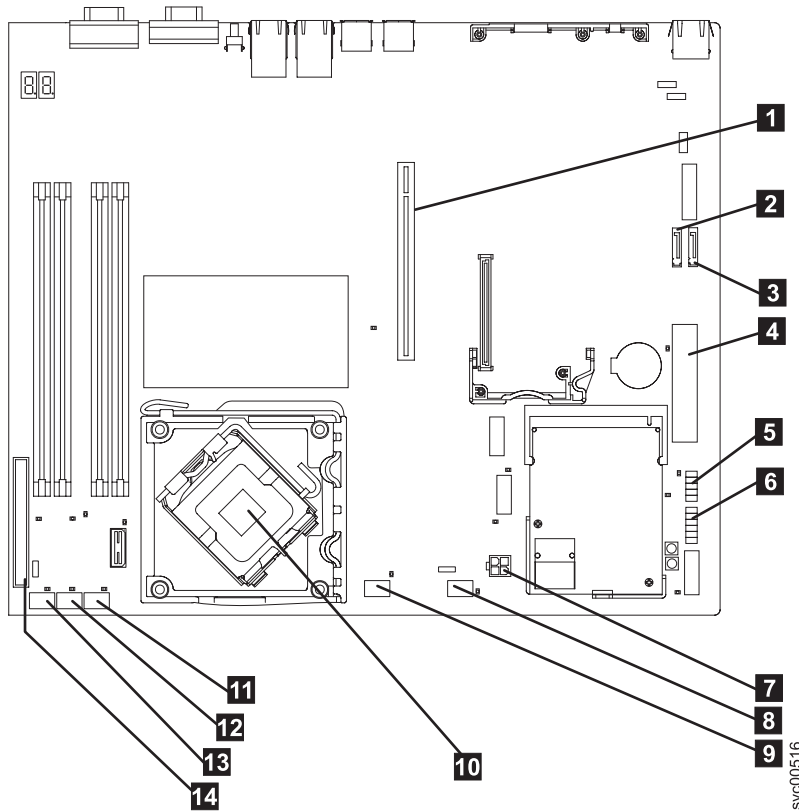

図 273. SAN ポリユーム・コントローラー 2145-8A4 システム・ボードで使用されるコネクタ
7. 各ケーブルをどこに取り付けるかがわかるように、ケーブルにマークを付けます。323 ページの図 273 は、SAN ボリューム・コントローラー 2145-8A4 システム・ボード上のコネクタを示しています。